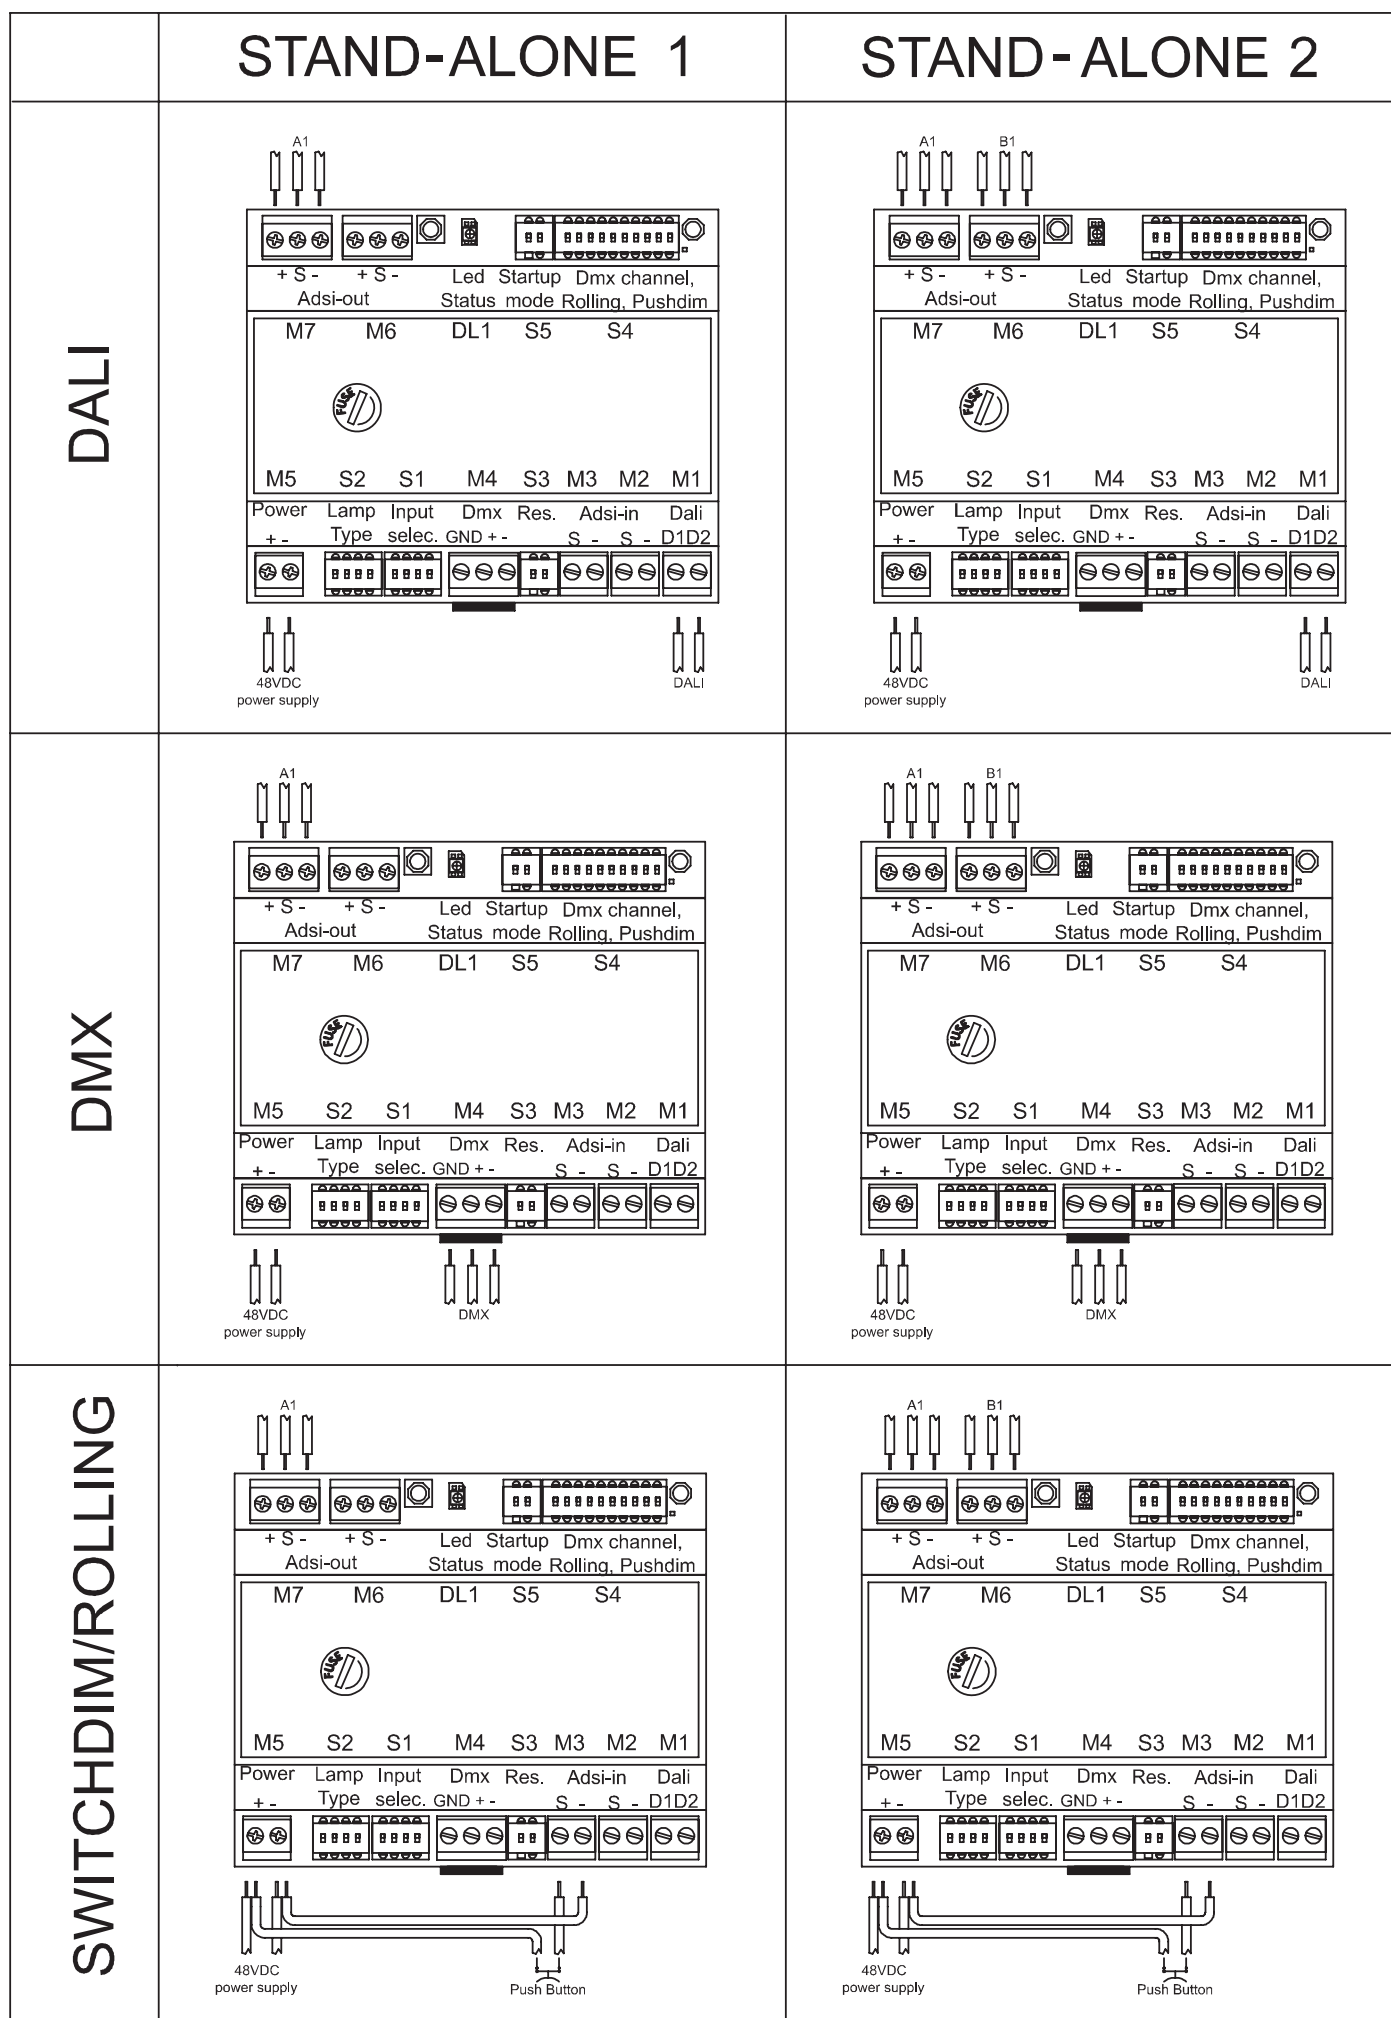

Fig. 3a: Conexiones del Nodo-Master en modo «Stand-alone 1» y «Stand-alone 2»
- Véanse Fig. 3a y 3b para las conexiones a realizar en NODO-MASTER para cada uno de los diseños mencionados anteriormente.
Usar cables como se muestra en párrafo 5. Consultar Fig. 3a y 3b.